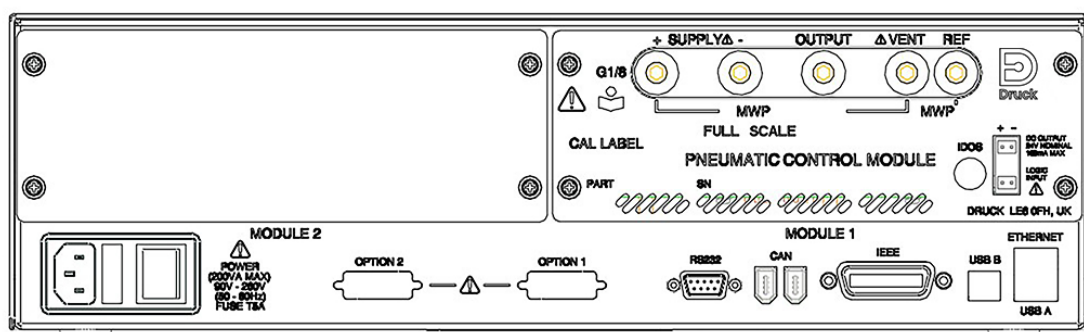

Figura 2-4: Vista trasera del módulo de control
- El módulo de control de mayor presión nominal se instala en el lado derecho. Se identifica mediante el rótulo Module 1 en la parte trasera del producto. Consulte la Figura 2-4.
- Si dos módulos de control tienen la misma presión nominal, el módulo con número de serie superior se instala en el lado derecho. Se identifica mediante el rótulo Module 1 en la parte trasera del producto. Consulte la Figura 2-4.